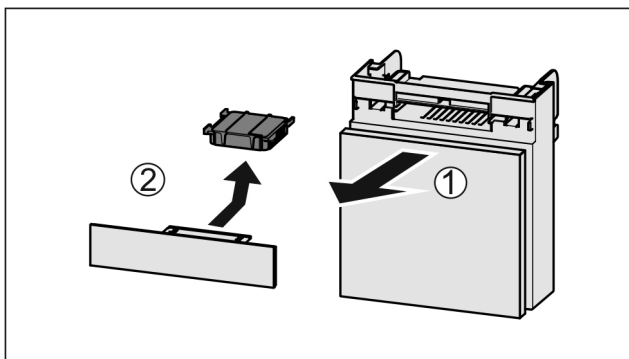

Fig. 99
- ▶ Lade vanaf de voorkant eruit trekken Fig. 99 (1).
- ▶ Actiefkoolfilter verwijderen Fig. 99 (2).